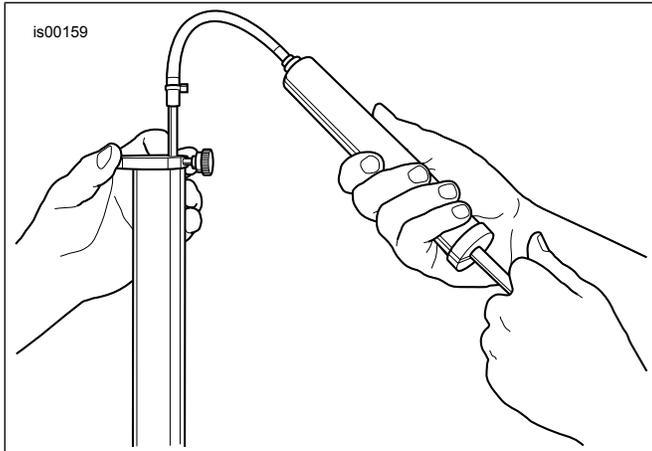

Figura 3. Rimozione dell'olio in eccesso della forcella
- d. Vedere Figura 3. Inserire l'asta in cima alla canna della forcella fino a che l'anello di metallo non poggia tutto sopra la canna della forcella.
20. Installare un nuovo anello di tenuta O-ring (C, 45845-77, non incluso) sul tappo della forcella (B). Avvitare il tappo della forcella nella canna della forcella mentre si comprime la molla con l'estremità del tappo. Serrare il tappo della forcella a 30–79 N·m (22–59 ft-lbs).
21. Inserire un nuovo anello di tenuta a sezione quadra (D) (45733-48, non incluso) sul bullone del tappo della forcella. Riavvitare il bullone sul tappo della forcella (A) nel tappo della canna della forcella per evitare perdita di olio durante il maneggio.